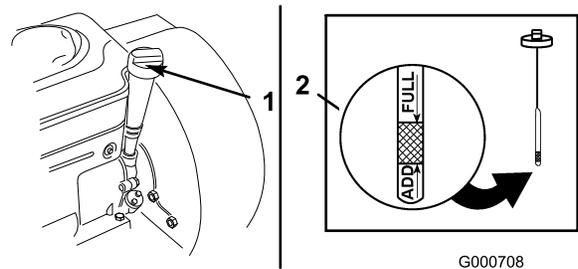

Figure 15
3. Nettoyez la surface autour de la jauge d'huile (Figure 15).
4. Sortez la jauge d'huile et essuyez soigneusement l'extrémité métallique (Figure 15).
5. Revissez la jauge complètement dans le goulot de remplissage (Figure 15).
7. Si le niveau est bas, versez lentement une quantité d'huile suffisante dans le goulot de remplissage pour amener le niveau au repère du plein (F).